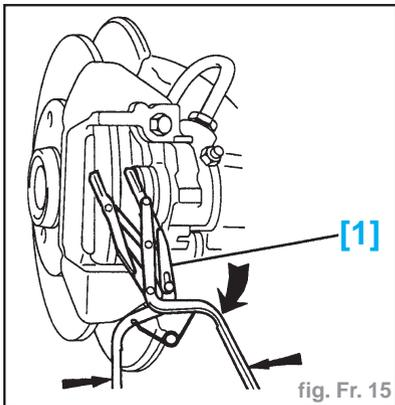

fig. Fr. 15
- Tourner et pousser à fond le piston dans son logement à l'aide de l'outil [1] (FACOM DEOA) (fig. Fr. 15).